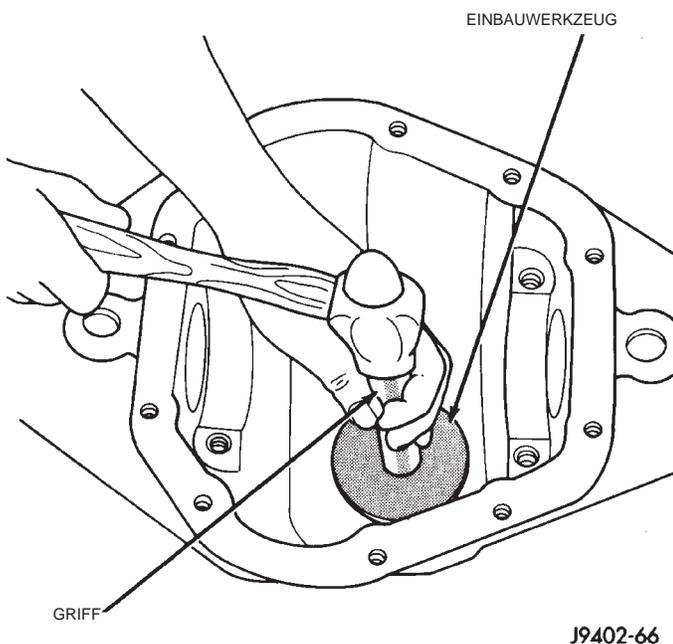

Abb. 33 Hintere Lagerschale einbauen
(1) Die Beilage mit der richtigen Stärke in das Differentialgehäuse montieren.
(2) Die Lagerschale des inneren Lagers mit Mopar® Door Ease oder gleichwertigem Fett einfetten. Lagerschale mit Einbauwerkzeug D-145 und Griff C-4171 einbauen (Abb. 33). Sicherstellen, daß die Lagerschale richtig sitzt.